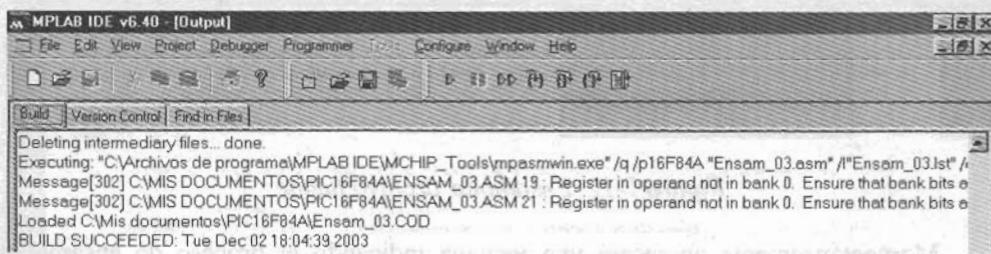

Figura 7-14 Pantalla final de proceso de ensamblado con éxito
Al finalizar el ensamblado, aparecerá una pantalla *MPLAB – [Output]* tal como muestra la figura 7-14, en la que indica la ocurrencia de uno de estos dos casos:
- Si al final de esta pantalla indica “*BUILD SUCCEEDED*” se confirma que el ensamblado se ha producido con éxito. Por tanto, ya se está en condiciones de pasar a la simulación. En esta pantalla pueden aparecer algunos mensajes de aviso “*Message*”, que llaman la atención sobre situaciones a tener en cuenta y que podrían ocasionar un error en el programa pero que no impiden el correcto ensamblado. Por ejemplo, en la figura 7-14, los mensajes llaman la atención sobre las líneas 19 y 21 que utilizan los registros TRISA y TRISB que no trabajan en el Banco 0 y hay que asegurarse que se ha programado correctamente, (para evitar este mensaje en particular se puede utilizar